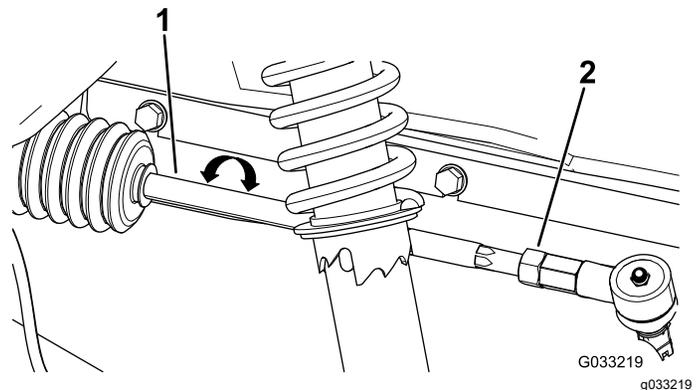

図 54
2. 前後の測定値の差が所定範囲0-6 mmにならない場合は、タイロッドの外側端部にあるジャムナットをゆるめて調整を行う 図 54。